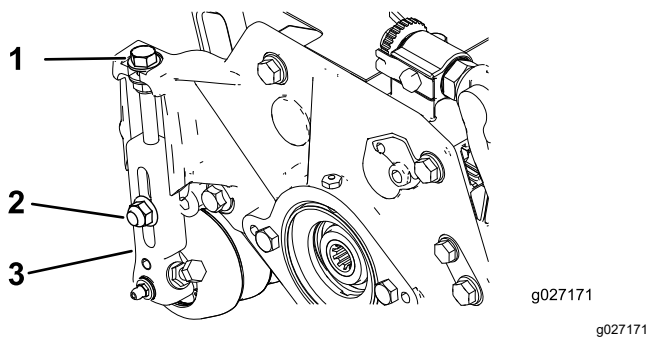

Figura 14
1. Slăbiți contrapiulițele care fixează consolele pentru înălțimea de tăiere de plăcile laterale ale unității de tăiere (Figura 14).